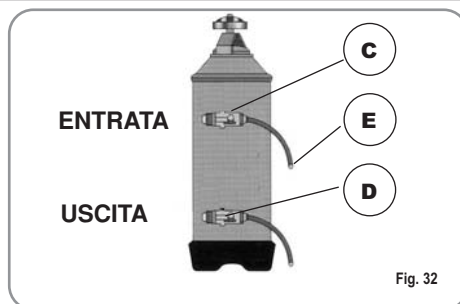

Fig. 32
1) Spegner la macchina e mettere un recipiente della capacità di almeno 5 litri sotto il tubo E (Fig. 32).